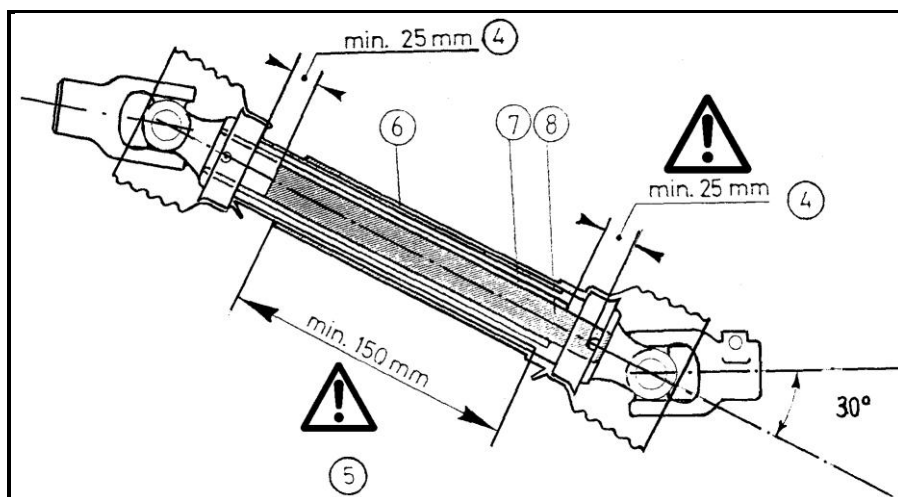

fig.2
- L' angolo di lavoro del cardano non deve superare i 30 gradi (fig.2)